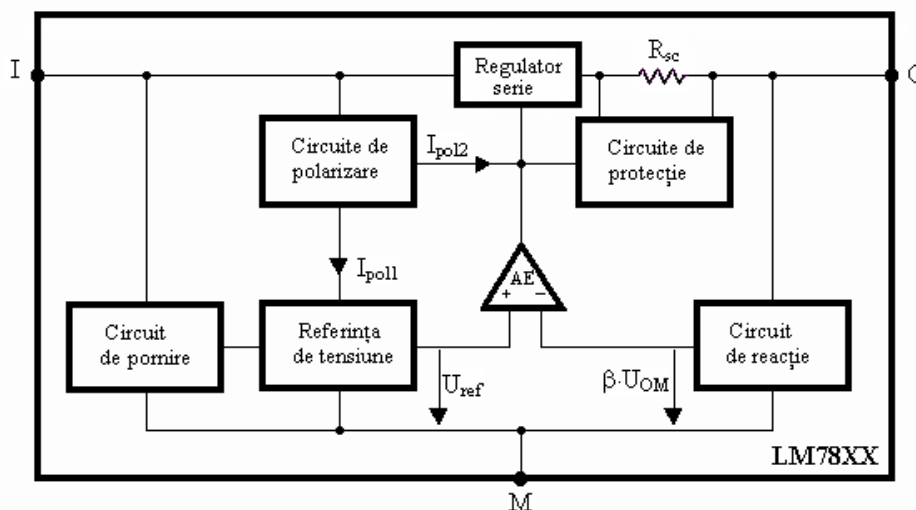

Fig. 6.2.1. Schema bloc a unui SMTF pozitivă, din familia LM 78XX
*Structura internă a unui SMTF* conține toate blocurile funcționale ale unui stabilizator liniar de tensiune continuă cu regulator serie și amplificator de eroare (AE). Schema bloc a unui SMTF pozitivă, din familia LM 78XX, este prezentată în fig. 6.2.1.